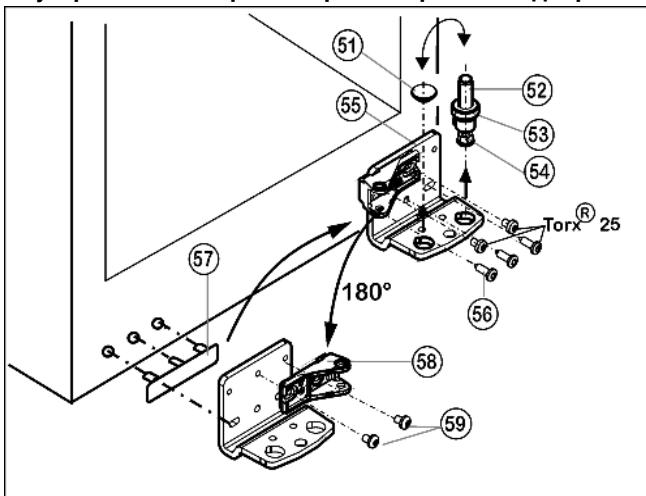

Fig. 15
- ▶ Извлеките опорный винт Fig. 15 (52) в комплекте с шайбой Fig. 15 (45) и регулируемой опорой Fig. 15 (54), вытягивая его вверх.
- ▶ Снимите пробку Fig. 15 (51).
- ▶ Открутите Fig. 15 (56) опорный кронштейн Fig. 15 (55).
- ▶ Открутите опорную деталь Fig. 15 (58) и снова прикрутите внутри с поворотом на 180°.
- ▶ Осторожно снимите и переставьте на противоположную сторону крышку со стороны ручки Fig. 15 (57).
- ▶ Снова прикрутите нижний опорный кронштейн Fig. 15 (55) на новой стороне шарнира (**с моментом 4 Нм**). При необходимости используйте аккумуляторный шуруповерт.
- ▶ Переставьте пробку Fig. 15 (51) в свободное отверстие.
- ▶ Вновь установите опорный винт Fig. 15 (52) в комплекте с шайбой и регулируемой опорой. При этом фиксатор должен быть направлен назад.
- ▶ Установите дверь сверху на опорный палец Fig. 15 (52).